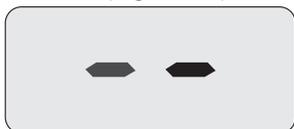
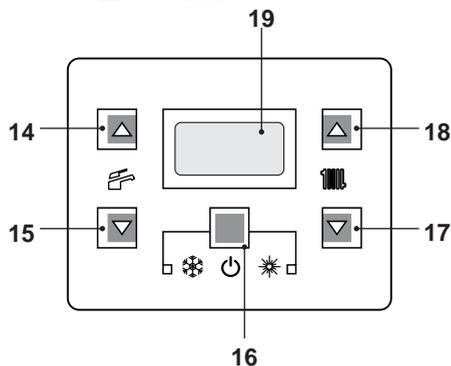

Figura 6.5
Figura 6.6
- Alimentare elettricamente la caldaia azionando l'interruttore bipolare previsto in installazione. Il display LCD visualizza il simbolo (Figura 6.5).
- Tenere premuto per 2 secondi il tasto 16 fino a far apparire sul display entrambe i simboli e (Figura 6.6).
- Spegnerne la caldaia tenendo premuto per 2 secondi il tasto 16 (Figura 6.6) fino a far apparire sul display LCD il simbolo (Figura 6.5).